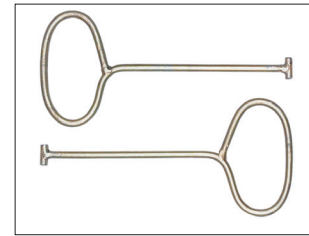
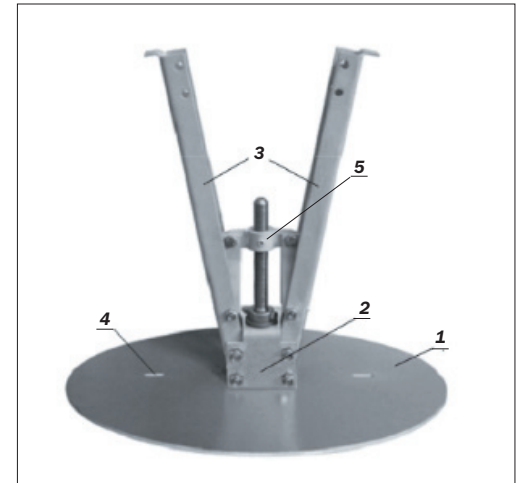

Рисунок 1.3 – Крюки для установки (извлечения) УЗНKL.
Рисунок 3.1 – УЗНKL в сборе
1.4 Установку (извлечение) разблокированного УЗНKL в корпус люка осуществлять с помощью двух крюков (рисунок 1.3), Т-образные концы которых вводить в пазы плиты УЗНKL (см. рисунок 3.1).